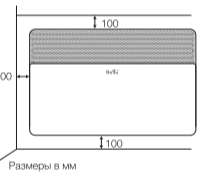

Рис. 3
- С помощью кронштейнов установите обогреватель на стене согласно рисункам ниже. Расстояние от прибора до пола и окружающих предметов должно быть не менее 10 см (рис.3). Для установки кронштейна на стену нужно выполнить следующие операции: